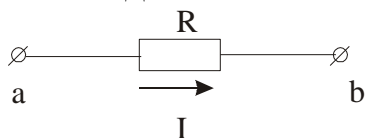

Рис. 8. Участок цепи без источника напряжения
Рассмотрим участок цепи (рис. 8), на котором есть сопротивление  $R$  и нет ЭДС.
Выберем положительное направление тока (указано стрелкой на рис. 8). Ток течет от более высокого потенциала к более низкому. Поэтому, потенциал точки  $a$  ( $\varphi_a$ ) выше потенциала точки  $b$  ( $\varphi_b$ ) на величину, равную произведению  $I$  на сопротивление  $R$
**Закон Ома** устанавливает связь между током и напряжением на некотором участке цепи. Например, для рис. 8 можно записать: